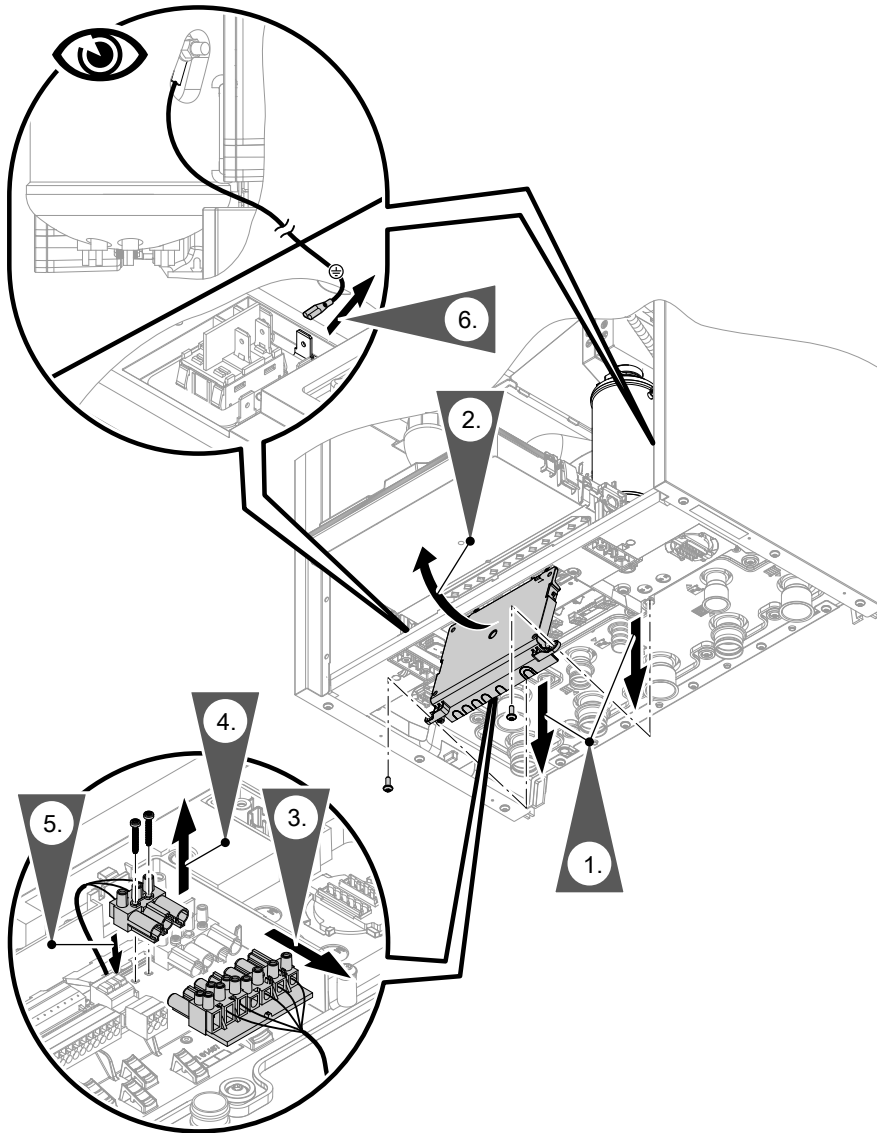

Abb. 91
- Anschlüsse Heizwasser-Durchlauferhitzer: Stecker der Netzanschlussleitung: Siehe Kapitel „Netzanschluss Heizwasser-Durchlauferhitzer“ und Abb. 91.